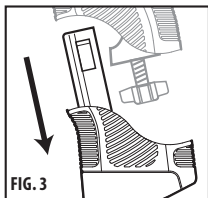

FIG. 3
2. Ta av endestykket på skjeftefjedret ved å dra det nedover (fig. 3).